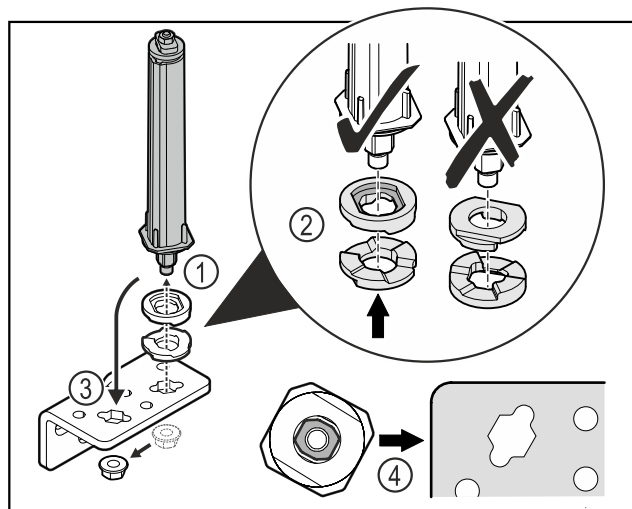

Fig. 52
- Moer losdraaien en deursluitsysteem verwijderen Fig. 52 (1).
- De correcte uitlijning van de hoogte-instelschijven in acht nemen Fig. 52 (2).
- Deursluitsysteem in de scharnierhoek verplaatsen en met de moer vastzetten Fig. 52 (3).
- Bij het plaatsen de correcte uitlijning van het deursluitsysteem in acht nemen Fig. 52 (4).